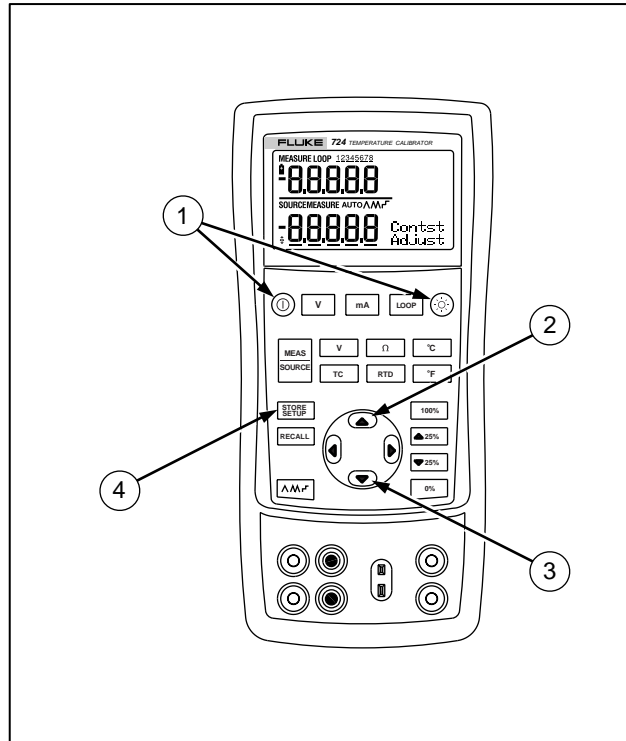

Figure 6. Kontrasteinstellung
1. und **Ⓢ** drücken, bis „Contrast Adjust“ angezeigt wird. Siehe Abbildung 6.